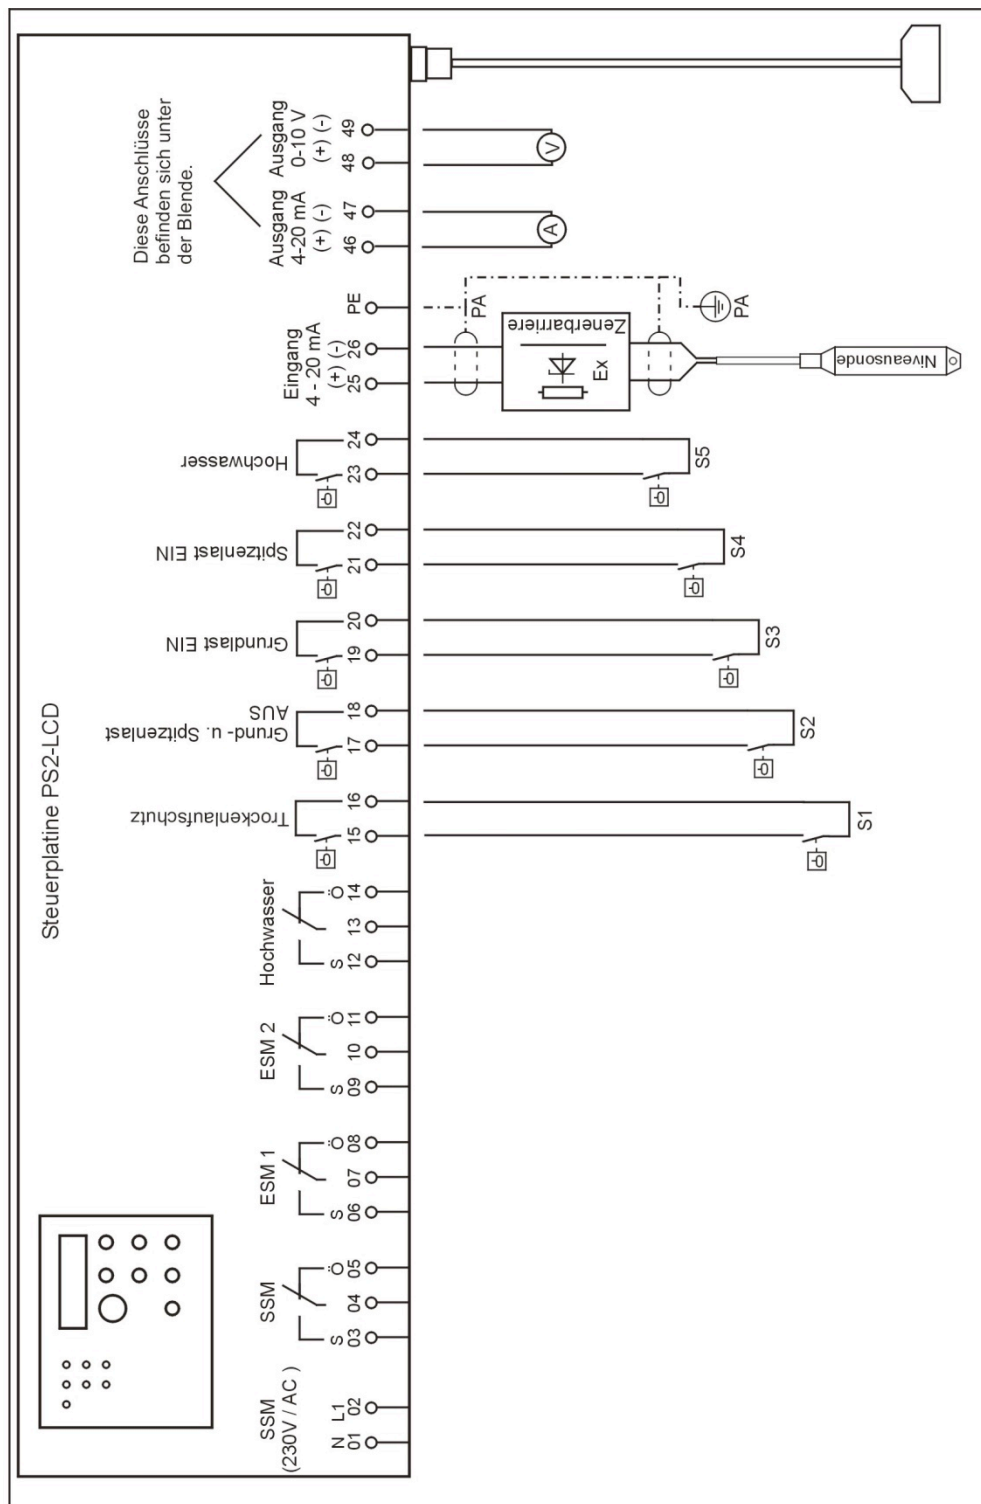

Bild 2
6.4 - 7 Elektrischer Anschluss der Störmeldeausgänge und der Signaleingänge (Bild 2 Anhang)